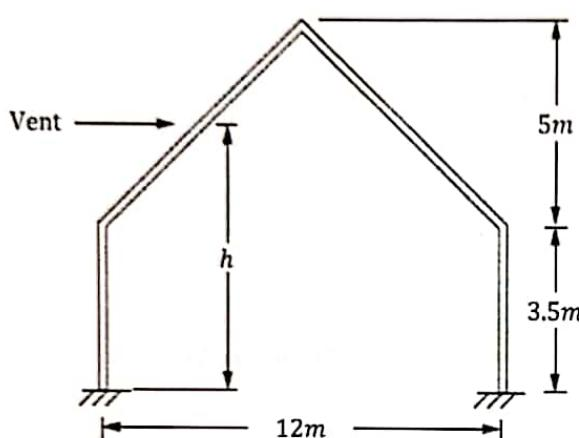

Figure 1. Modèle théorique
- La figure 1 illustre un cadre typique de ce bâtiment.